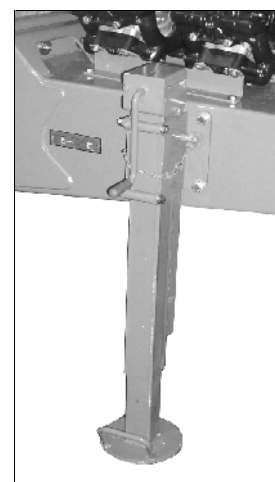

Fig. 42
- Pie de apoyo elevado durante la aplicación o el transporte (Fig. 42).
- Pie de apoyo bajado (Fig. 42) con la máquina desacoplada.
1. Suelte el pasador de clavija (Fig. 42/2).
2. Extraiga el perno (Fig. 42/3).
3. Eleve/baje el pie de apoyo con el asa (Fig. 42/4).
5. Siga bajando/elevando el pie de apoyo con la manivela (Fig. 42/5).